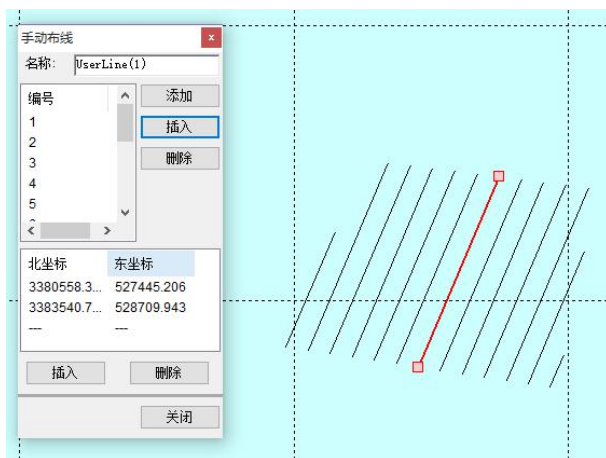

图 9.8 拆分集合对象
(2) 拆分集合对象。选中计划线集合对象后，点击右键，选择右键菜单“拆分”即可。集合对象拆分后，就从之前的一个整体变为分散的计划线，我们就可以对部分计划线进行编辑、删除等操作。如图 9.8 所示，将区域布线的集合对象拆分后，可以对其中一条线进行单独编辑。